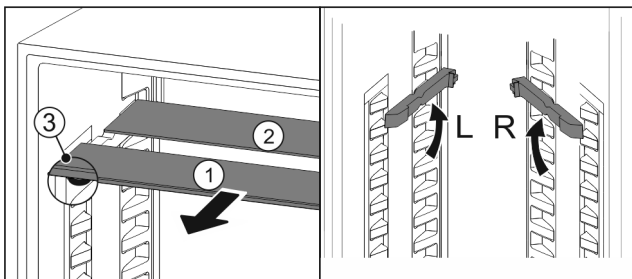

Fig. 112
- Trekk glassplatene enkeltvis fremover og ut Fig. 112 (1).
- ▷ Glassplate Fig. 112 (1) med pyntelist ligger foran.
- ▷ Stoppere Fig. 112 (3) peker nedover.